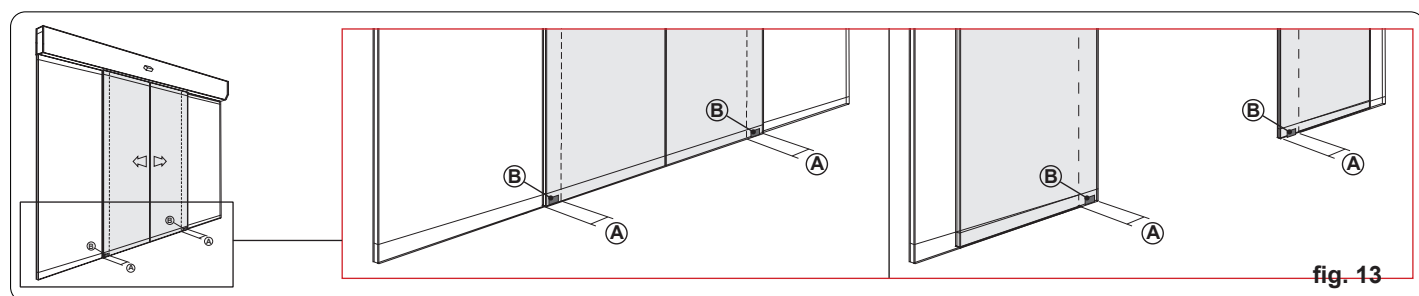

fig. 13
1) Identifique a medida **A** (fig.13) na qual a folha está sempre presente na trajectória de abertura e de fecho.
2) Posicione a guia **B** (fig. 13) no chão no interior da medida **A**. Fure o pavimento e fixe com os parafusos fornecidos.